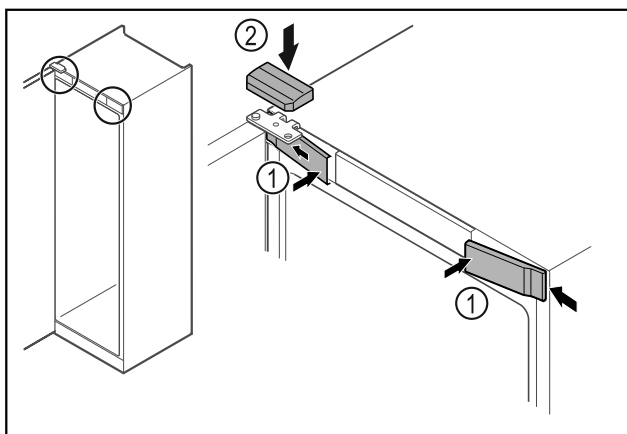

Fig. 63
- ▶ 从侧部挂上前盖板 Fig. 63 (1)并将其卡紧。
- ▶ 从上方卡紧上盖板 Fig. 63 (2)。